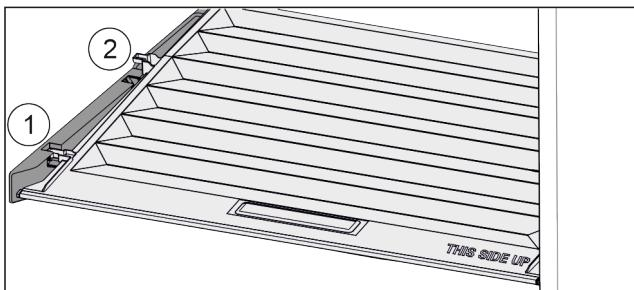

Fig. 33
- ▶ Потянуть крышку до отверстия в поддерживающих деталях вперед Fig. 33 (1).
- ▶ Поднять сзади снизу и извлечь Fig. 33 (2) движением верх.